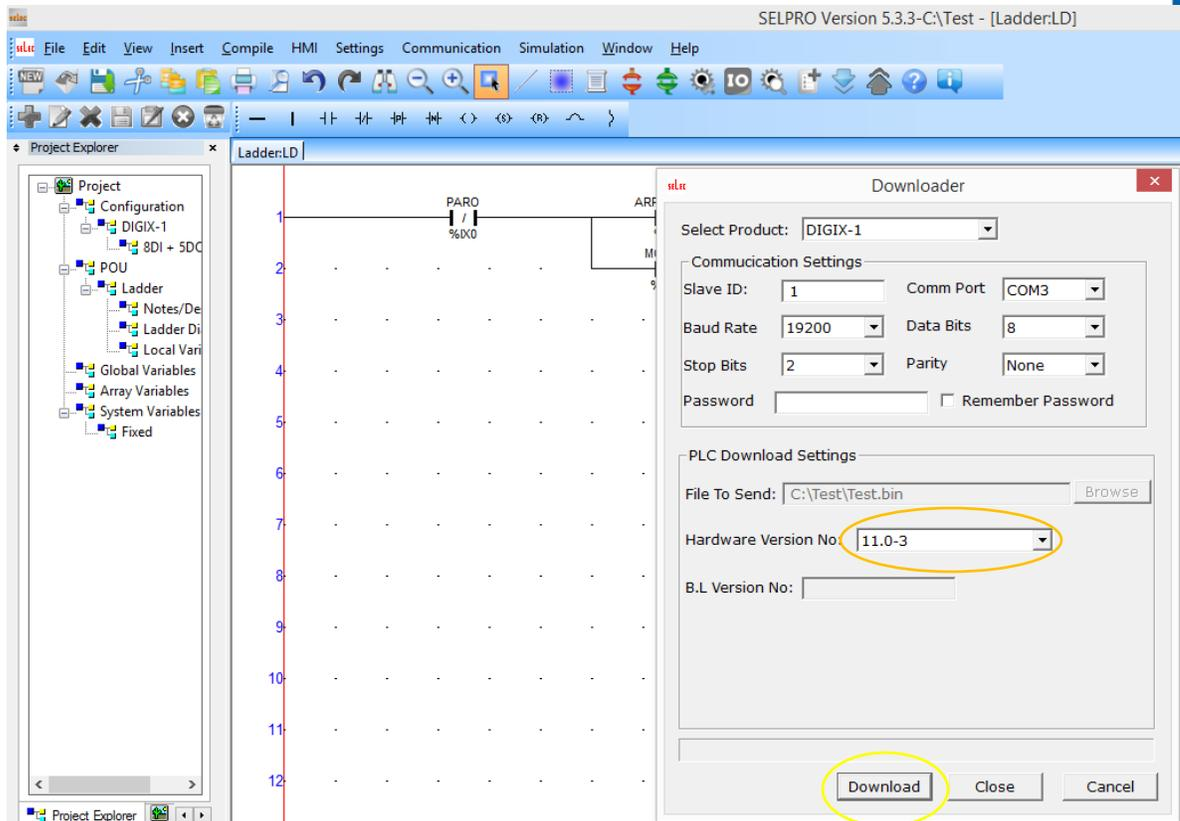

imagen 1
- Una vez establecida la conexión entre la PC y el PLC se debe continuar oprimiendo el icono que está encerrado en el círculo que se encuentra en la parte superior derecha de nuestro programa, una vez oprimiendo este icono nos aparecerá la siguiente ventana. (ver imagen 1).